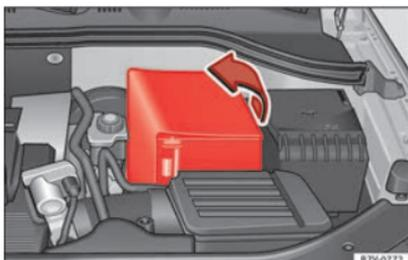

Abb. 248 Im Motorraum: Manschette für die Fahrzeugbatterie abnehmen.
- *Bei einer Manschette:* Die Abdeckung zur Seite wegklappen » » **Abb. 248**.